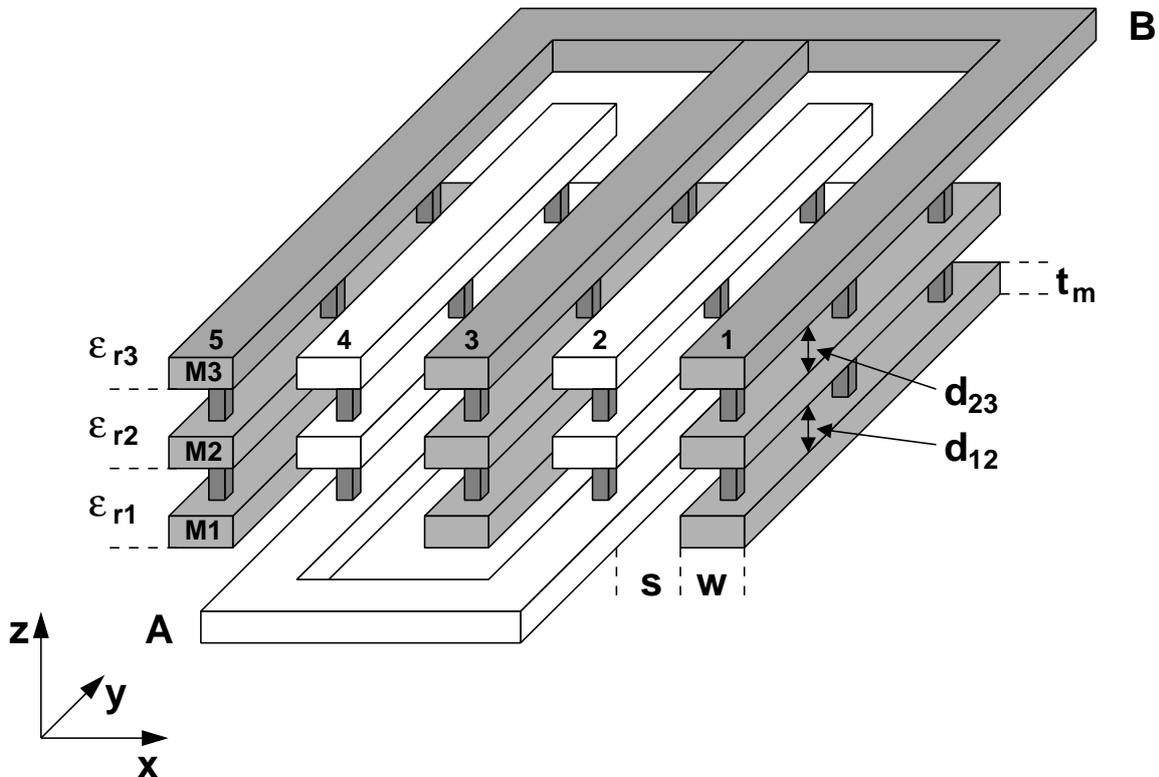

Abb. 1.3: Aufbau einer Kapazität aus vertikalen Metalllagen
1.4 Eine andere Realisierung integrierter Kapazitäten ist in Abb. 1.3 dargestellt. Dabei werden schmale Metallstreifen übereinander platziert und durch Vias vertikal miteinander verbunden. Dadurch ergeben sich sogenannte vertikale, parallele Platten (VPP), oder Finger. Folgende Parameter sind gegeben: $s = w = 200 \text{ nm}$, $t_m = 350 \text{ nm}$, $d_{12} = d_{23} = 400 \text{ nm}$, $\epsilon_{r1} = \epsilon_{r2} = \epsilon_{r3} = \epsilon_r = 3,9$.